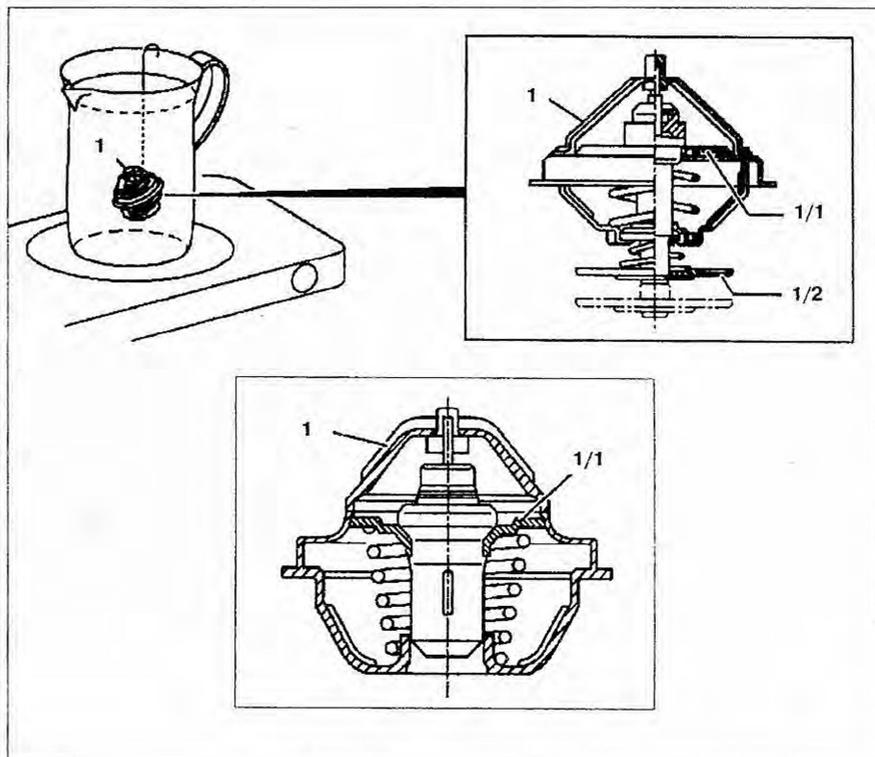

Рис. 3.296. Проверка термостата:
5. Поместите термостат **1** на проволоке в сосуд с водой (рис. 3.296).